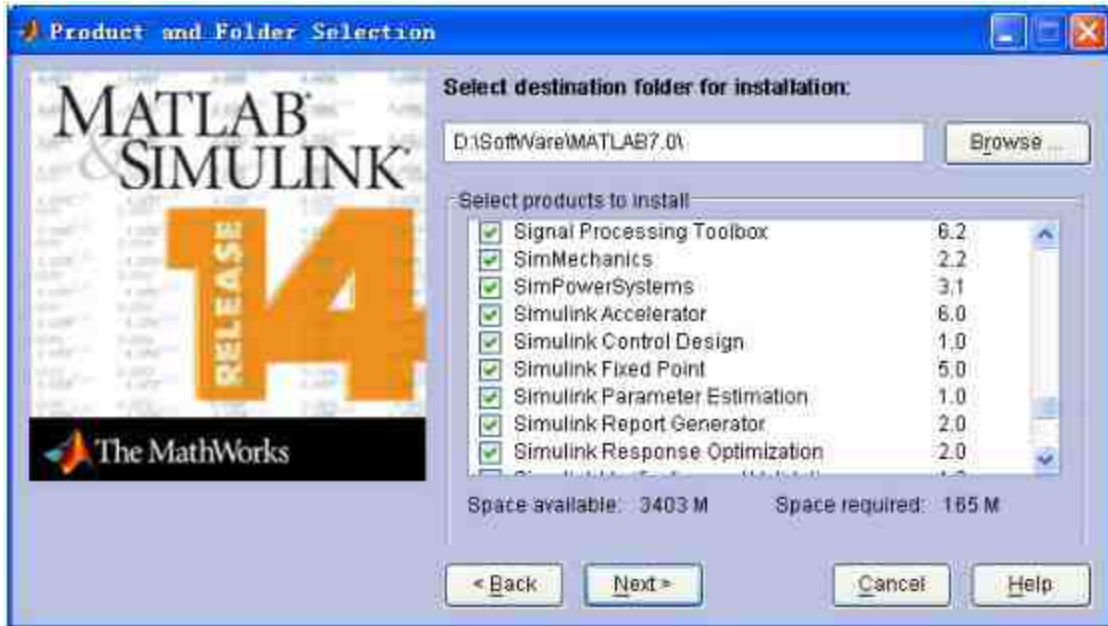

图18.1 选择安装Simulink的相关组件
7.0的光盘，启动安装程序，然后选择自定义安装方法，进入文件选择对话框，选择需要安装的组件，如图18.1所示。